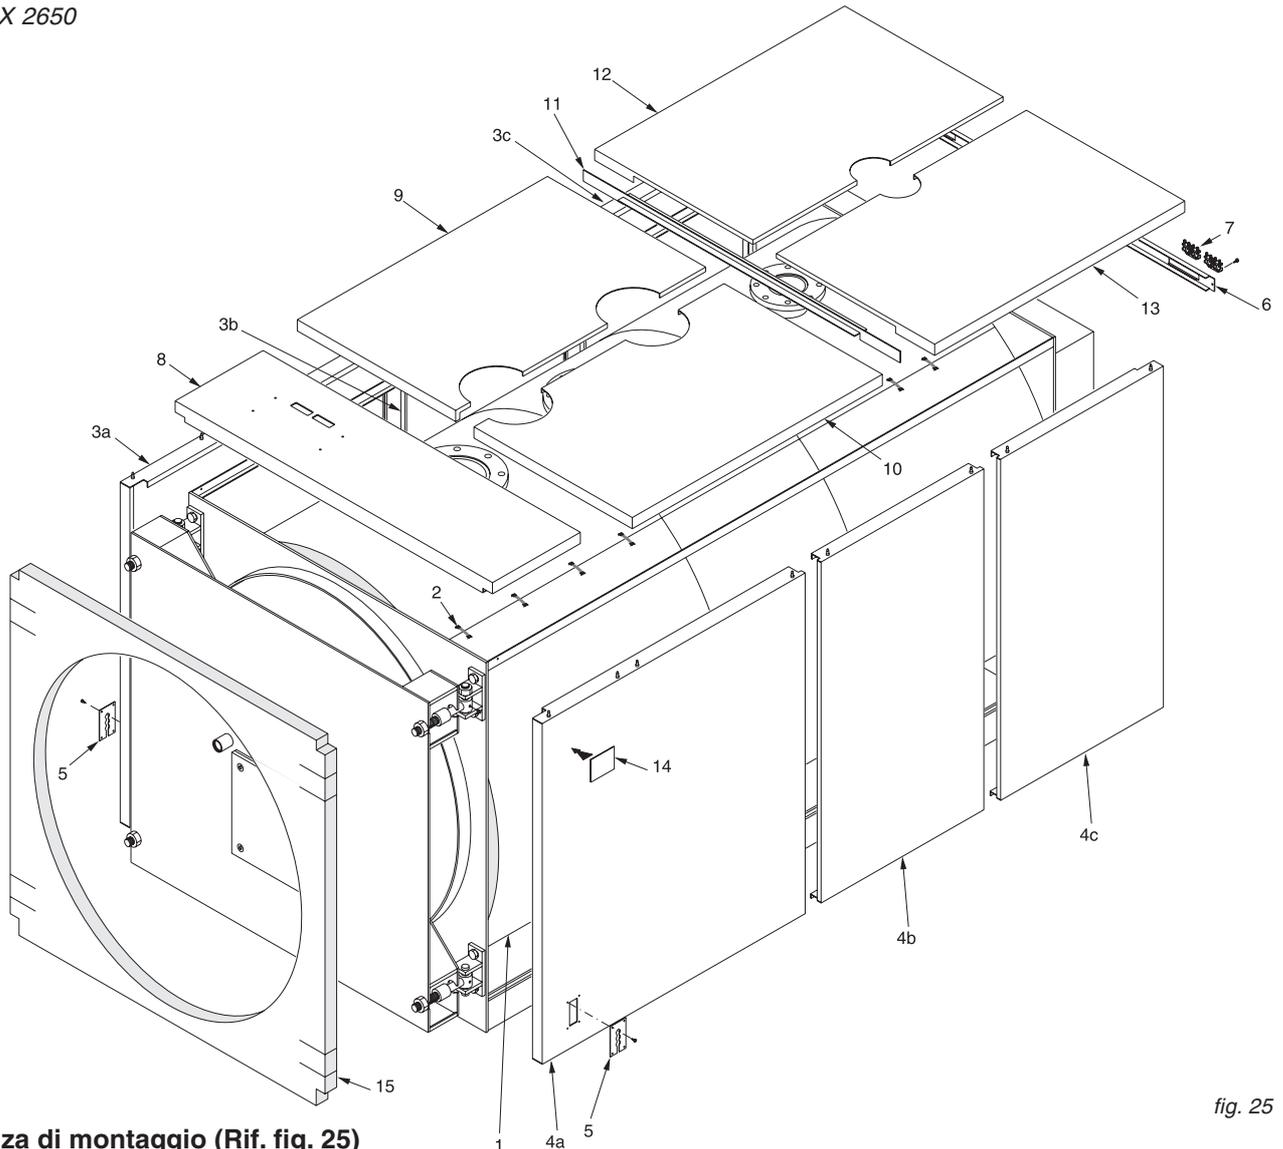

fig. 25
N.B. Per il modello **ELL 2650** (rif. fig. 25) il mantello e l'isolamento sono contenuti in 4 imballi.
Sequenza di montaggio (Rif. fig. 25)